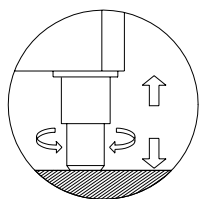

Fig. 1
- Placer le réfrigérateur sur une surface plate et à niveau (agir sur les petits pieds réglables). (**Fig. 1**)